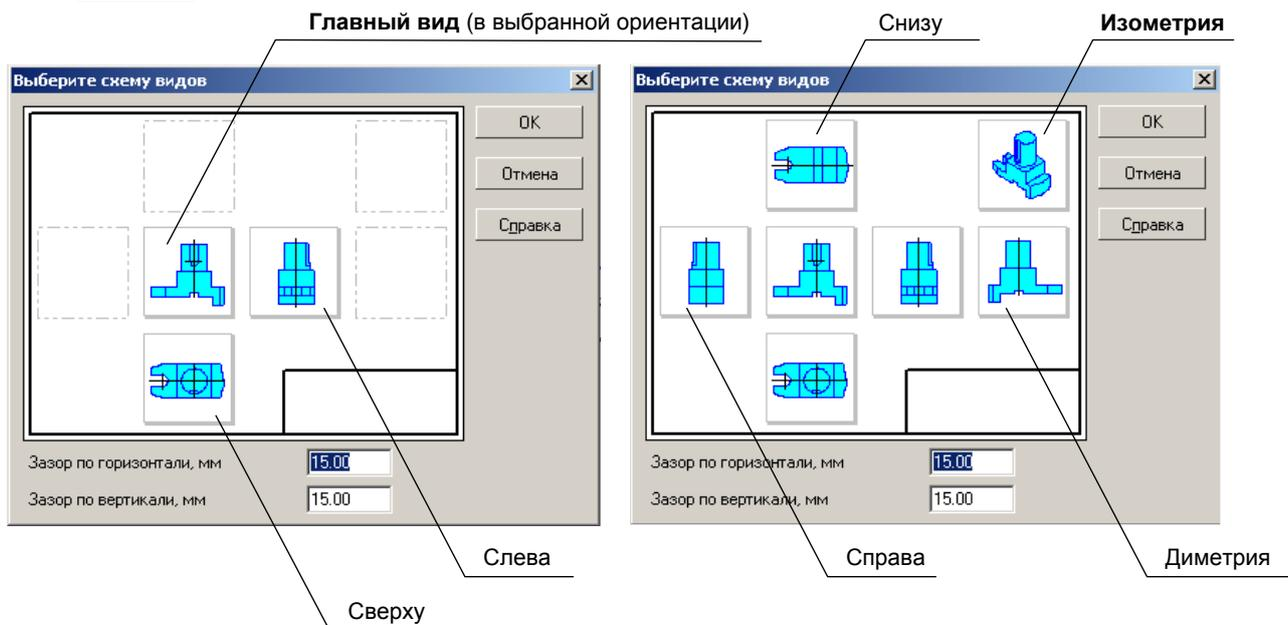

Рис. 13.5.
2. **Схема** – Выбор схемы стандартных видов (рис. 13.5):